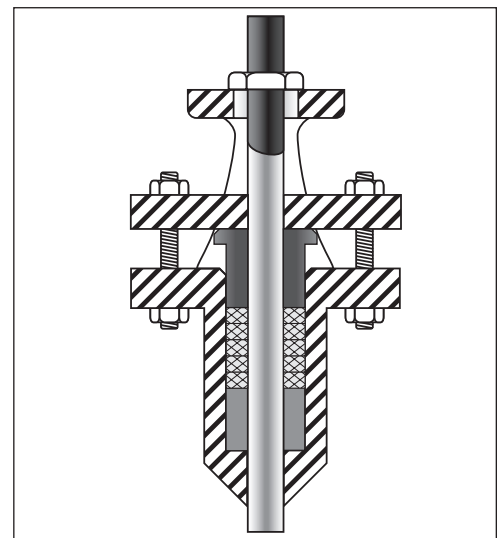

Abb. 4: Anlageninbetriebnahme
26. Bereit zur Inbetriebnahme (Abb. 4).